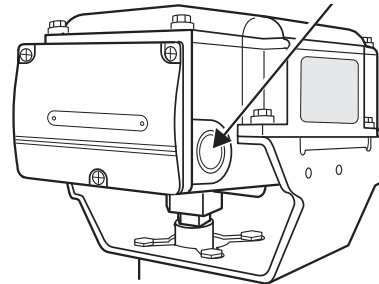

图8 敲落孔(用于接线端口)
- 2) 在将缆线连入执行器时，制作敲落孔作为接线端口使用。在执行器接线盒两侧有两个敲落孔。每一侧各有一个 $\phi 22$  mm敲落孔。根据导管安装方向选择敲落孔，使用螺丝刀轻轻敲出一个敲落孔。(参考图8)